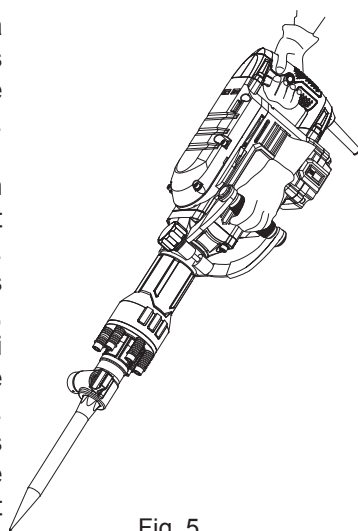

Fig. 5
- > Tenez toujours le produit par ses poignées. Afin d'assurer une bonne prise, les poignées doivent rester sèches (Fig 5).